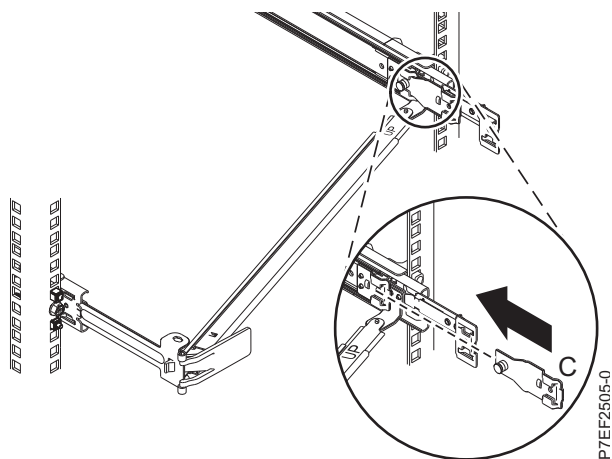

Figura 14. Instalando o suporte de montagem no trilho deslizante
6. Conecte o suporte de montagem (C) ao slot na parte interna do trilho deslizante direito arrastando o suporte de montagem (C) no trilho deslizante até que o pino de mola se encaixe no lugar. Para obter detalhes, consulte Figura 14 na página 11.